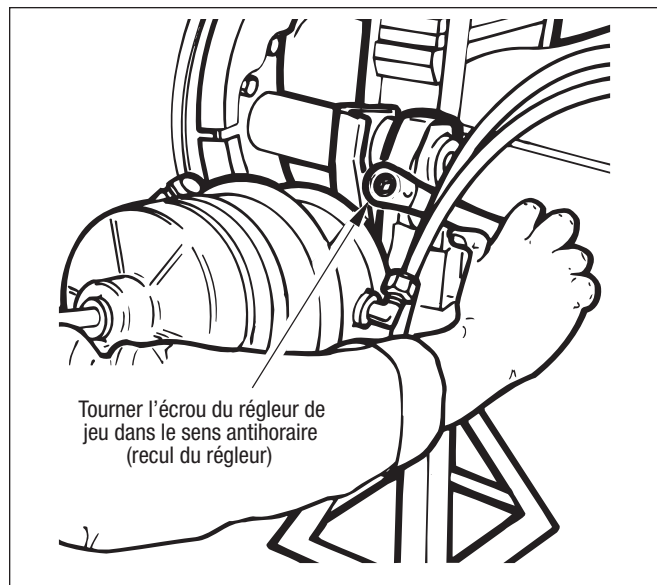

Figure 11 – Réglage du régleur de jeu
2. Faire reculer le régleur de jeu suivant les instructions du fabricant. Cf. *Figure 11*. Continuer de tourner pour libérer le tambour (retour complet des segments en position de desserrage).